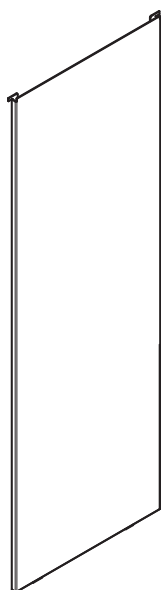
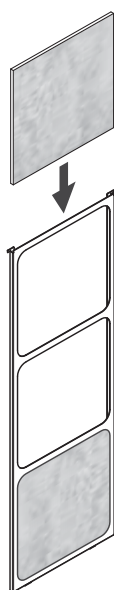

Figure 25.1
Figure 25.2
Votre appareil est expédié avec deux options de côtés, l'une est un panneau latéral complet (Figure 25.1) et un panneau latéral à tuiles (Figure 25.2). Il y en a deux chacun et il n'y a aucun côté droit ou gauche, ceux-ci pouvant donc être changés à tout moment.
3. Empilez les tuiles incombustibles dans le cadre, comme il est indiqué à la Figure 25.2.